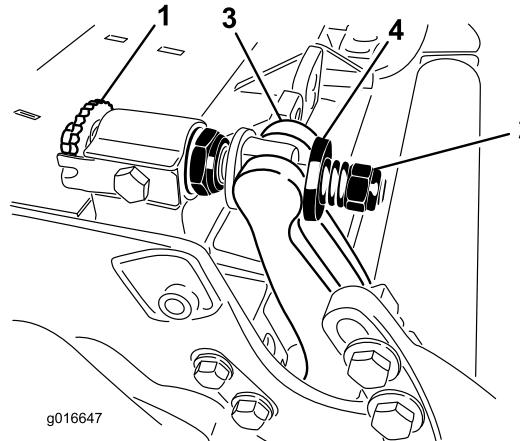

图30
- 逆时针旋转底刀架调节螺丝将底刀后撤离开滚刀图30。
- 退出弹簧加压螺母直到垫圈不再对底刀架图30施压。